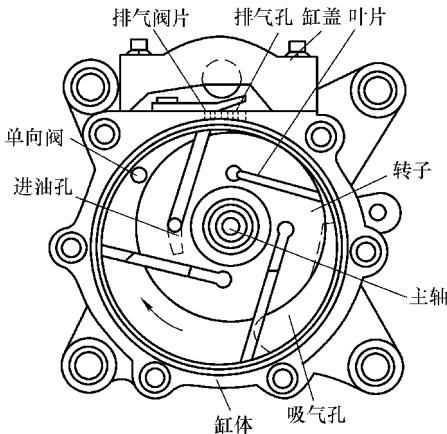

图 7-17 旋转叶片压缩机工作原理
2) 工作原理。转子回转时，由于离心力和油压的作用，使叶片向外伸张，碰到气缸壁，把气缸分成几个隔腔，随着轴的转动，隔腔内的容积发生变化，完成压缩机的工作行程，如图 7-17 所示。